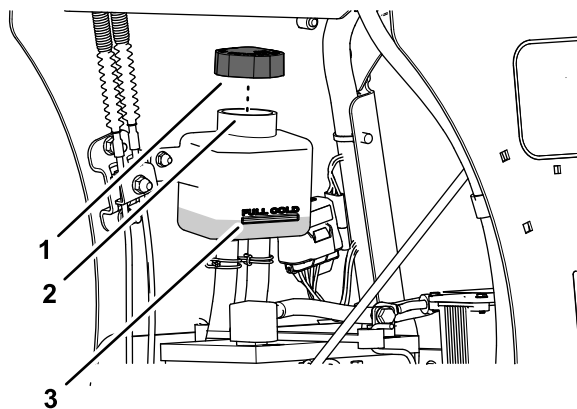

Figure 55
3. Enlevez le bouchon du vase d'expansion et contrôlez le niveau de liquide de transmission à l'intérieur (Figure 55).
4. Au besoin, faites l'appoint de liquide de transmission spécifié jusqu'à ce que le niveau atteigne le repère maximum à froid sur le vase d'expansion (Figure 55).
4. Continuez d'ajouter le liquide de transmission spécifié jusqu'à ce qu'il atteigne le repère maximum à froid sur le vase d'expansion; voir Figure 55 sous Contrôle du niveau d'huile de transmission \(page 48\).